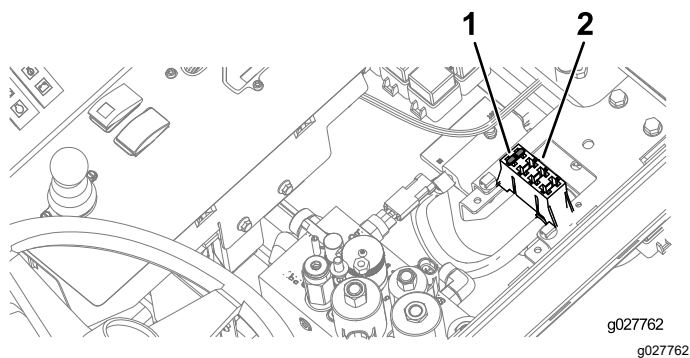

Figura 8
4. Instale o fusível no bloco de fusíveis (Figura 8).